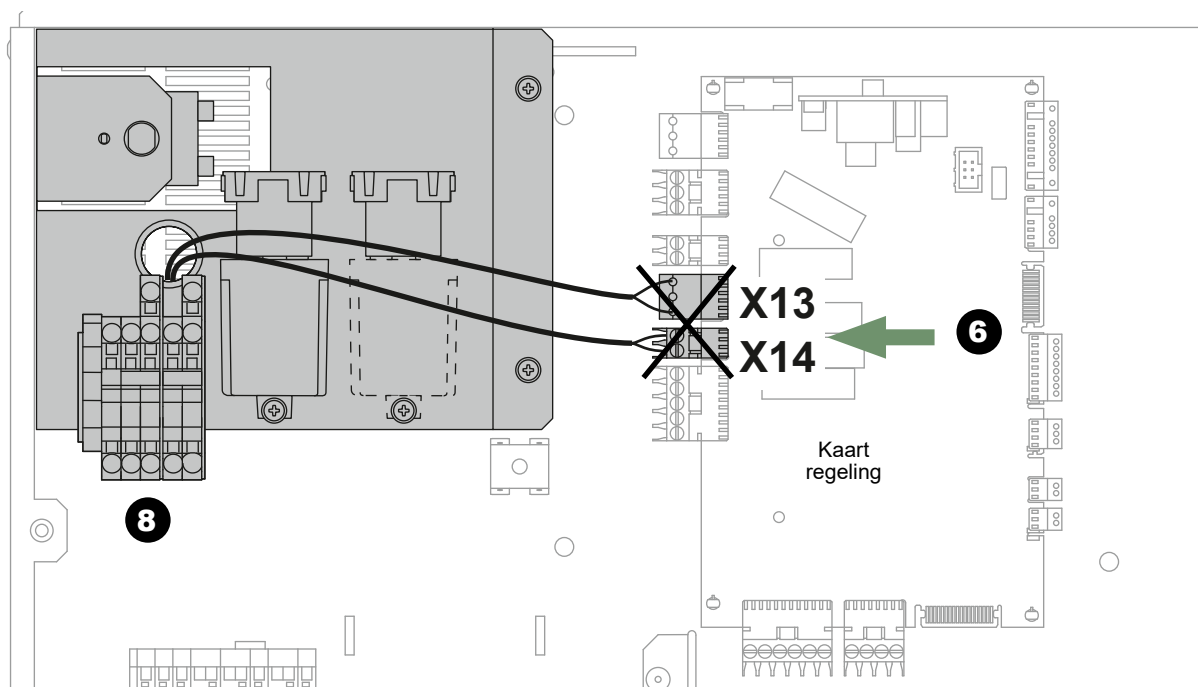

fig. 7 - Loskopeling van de elektrriscie weerstanden monofasig
- **6** - Aansluitingen loskopelen **X13** en **X14** (Elektrische weerstanden monofasig, zie fig. 7).